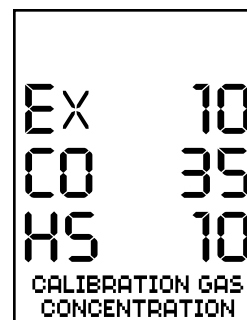

Fig. 13
La concentration du gaz de test se règle en appuyant sur le bouton PEAKS/NO lorsque cette concentration est affichée pendant le réchauffage (Fig. 13). Pour sauter cette étape, appuyer sur le bouton POWER/SELECT ou attendre 5 secondes. Cette concentration peut être modifiée pour correspondre à votre gaz de test si celle-ci est différente des concentrations de gaz d'étalonnage du mélange de quatre gaz standard 3M de 35 ppm CO, 10 ppm H2S, 10% de LIE (méthane), 18 % d'oxygène, complément avec de l'azote. Utiliser les boutons de flèches pour modifier le caractère en surbrillance ou le bouton POWER/SELECT pour avancer au caractère suivant. La plage permise de concentration du gaz de test est la suivante : Monoxyde de carbone (CO) – 25 à 200 ppm, sulfure d'hydrogène (H2S) – 10 à 100 ppm et gaz combustibles (EX) – LIE de 10 % à 50 %. Si la protection par mot de passe a été établie, il faudra saisir le mot de passe pour modifier le réglage de la concentration du gaz de test.